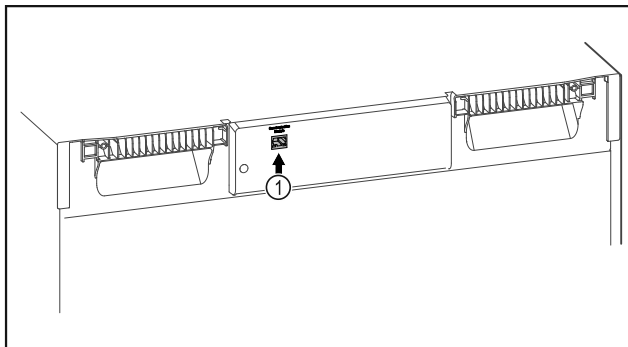

Fig. 115
- SmartModule Fig. 115 (1) er indsat.